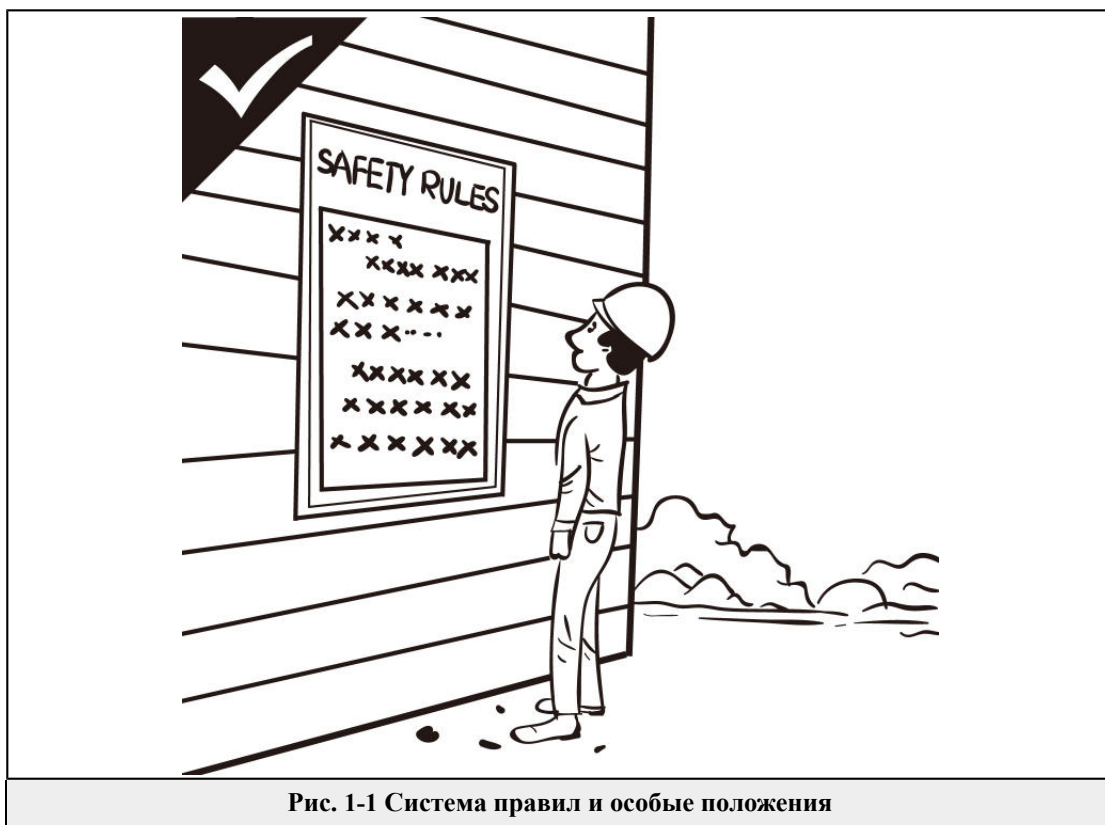

Рис. 1-1 Система правил и особые положения
1. Ознакомиться с различными правилами и мерами предосторожности на рабочем месте (Рис. 1-1).